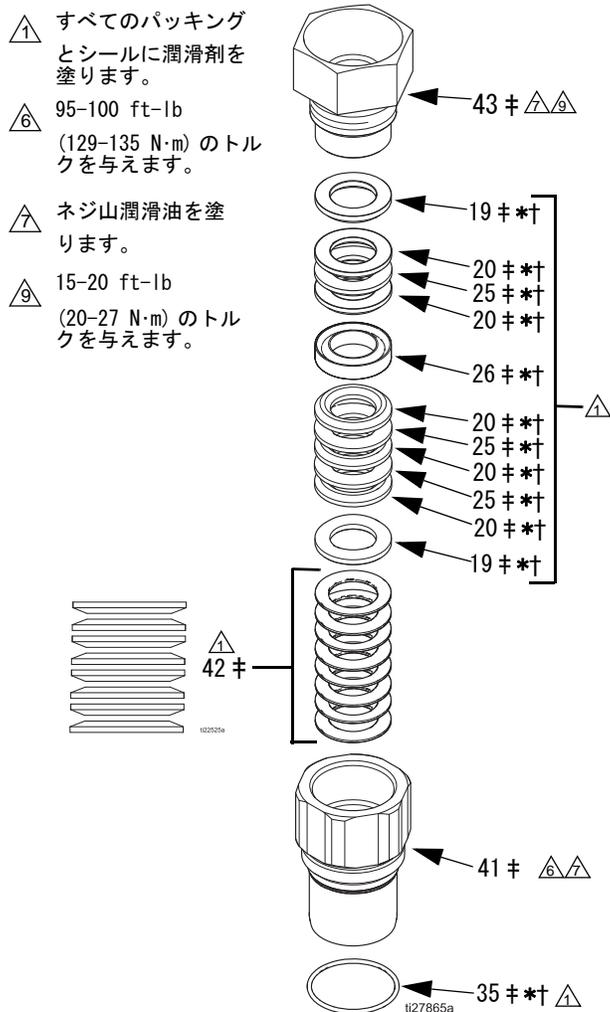

図 1. スロートパッキング詳細
2. 図 1 ページ 6 を参照してください。スロートパッキングおよびパッキン押さえに潤滑剤を塗ります。1 個の雄グラウンド (19キ*) を取り付けて、以下の 5 個の V パッキングを縁を下に向けて取り付けます。1 個の ZX (20キ*)、1 個の革 (25キ*)、それから、ZX、革、ZX。メスのグラウンド (26キ*) を取り付けます。次の 3 個の V パッキングを縁上向きで取り付けます。ZX、革、ZX。もう一方のオスのグラウンド (19キ*) を取り付けます。ウエットカップ (43キ) に潤滑油を与え、指で締めます。
3. O リング (35*) に潤滑油を与え、スロートカートリッジ (41) に取り付けます。ネジを潤滑して組み立てたスロートカートリッジ (41) を取り付けます。95-100 ft-lb (129-136 N·m) のトルクを与えます。
4. 液体出口ハウジング (16) をピストンロッド (17) の上方の液体チューブ (3) とシリンダー (1) に取り付けます。最初はうまく固定できないかも知れません。ネジ潤滑剤を塗布し、液体入口ハウジング (15) からボルト (13) とロックワッシャー (14) を取り付けます。2 本のネジ (A、図参照) を液体入口ハウジング (16) への入れて締めます。これでハウジングがチューブ及びシリンダ上にしっかりと引き寄せられます。完全に固定できたら、3 番目のネジ (B、図参照) を締めます。3 本のネジ全てに 35-40 ft-lb (47-54 N·m) のトルクを与えます。